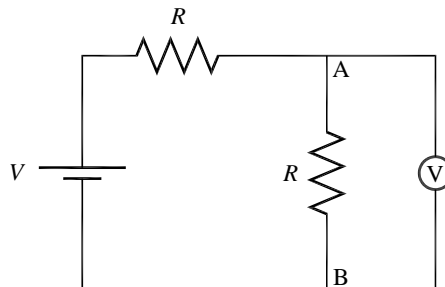

Figura 7 – Circuito para monitorar o efeito da resistência interna do voltímetro
a) Monte o divisor de tensão mostrado na figura 7 utilizando $R = 1\text{ k}\Omega$. Calcule a tensão esperada entre os terminais A e B, para uma tensão de alimentação de 5 V.
c) Para o mesmo circuito da figura 7, calcule a tensão esperada entre os terminais A e B se $R = 100\text{ k}\Omega$.